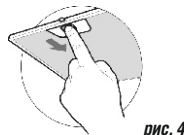

рис. 4
- перед установкой вытяжки снимите алюминиевый фильтр, для этого нажмите на пружинный замок на фильтре и потяните его вниз и на себя (рис. 4);
- снимите алюминиевый фильтр (рис. 4);
- 8.3 Для очистки алюминиевого фильтра извлеките его из вытяжки (рис.4). Произведите очистку фильтра с помощью щетки горячим водным раствором нейтрального моющего средства вручную или в посудомоечной машине (при 60°С). Сильно загрязненный фильтр не следует мыть в посудомоечной машине вместе с посудой. Старайтесь не гнать фильтр при мойке. Возможное изменение цвета фильтра, с течением времени, не приводит к снижению эффективности его действия.